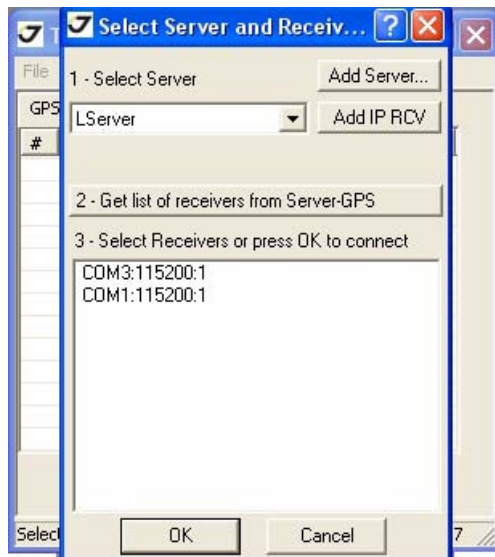

Рисунок 3-10. Параметры соединения
2. Запустите TriVU. Выберите последовательный порт (COM-порт) и нажмите Ok (Рисунок 3-10).